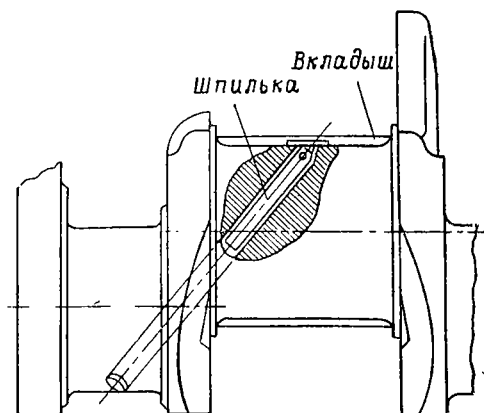

Рис. 69. Установка шпильки в отверстие коренной шейки коленчатого вала
12. Вставить шпильку (рис. 69) для снятия и установки верхних вкладышей коренных подшипников в отверстие передней коренной шейки коленчатого вала и, поворачивая коленчатый вал, вынуть верхний вкладыш переднего коренного подшипника из гнезда блока цилиндров.
3. Смазать переднюю шейку коленчатого вала маслом. Наложить верхний вкладыш (с отверстием) на шейку вала и установить его в гнездо блока цилиндров с помощью шпильки (рис. 69) для снятия и установки верхних вкладышей коренных подшипников. При установке вкладыша коленчатый вал поворачивать против хода часовой стрелки (см. технические требования, п. в).